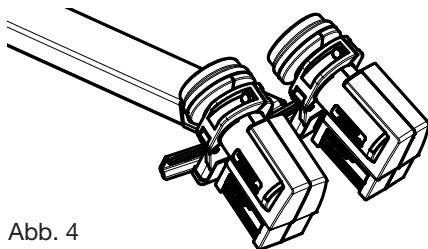

Abb. 4
5. Die Schellen festschrauben (Abb. 4).